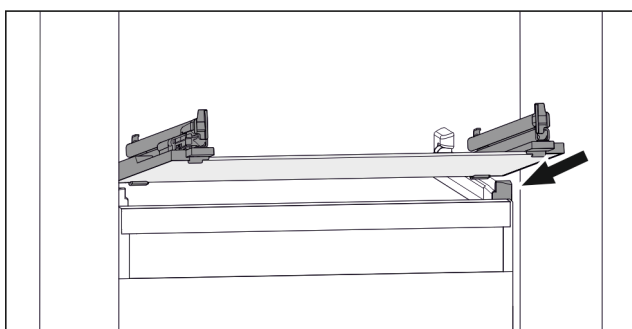

Fig. 46 Przykładowa prezentacja płyty szklanej
- ▶ Założyć płytę szklaną pod skosem za stoperami. (patrz Fig. 46)